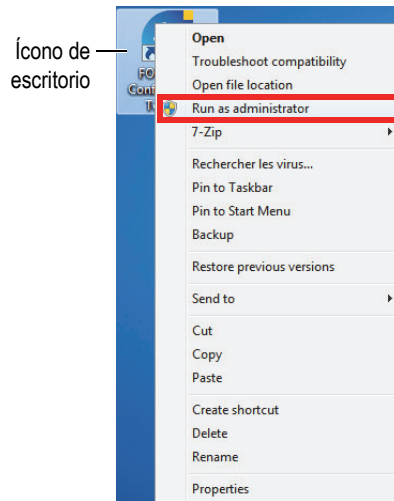

Figura 5-1 Apertura de la Herramienta de configuración
- ◆ En el escritorio, haga clic derecho en el ícono Herramienta de configuración y, después, haga clic en el botón **Run as administrator > Yes** [Ejecutar como administrador > Sí] (vea la Figura 5-1 en la página 27).